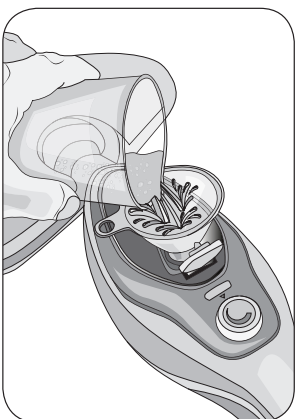

Fig. 6
Alzare il tappo del serbatoio (C). Riempire il serbatoio dell'acqua con 370 ml di acqua naturale fresca (Fig. 6). Utilizzare l'imbuto (N) ed il misurino (M) in dotazione: 370 ml corrispondono a un misurino e mezzo. Richiudere il serbatoio.
Non è necessaria alcuna operazione particolare quando si esaurisce l'acqua nel serbatoio. Scollegare la spina dalla presa di corrente. Riempire il serbatoio dell'acqua con 370 ml di acqua naturale fresca (Fig. 6). Utilizzare l'imbuto (N) ed il misurino (M) in dotazione: 370 ml corrispondono a un misurino e mezzo. Richiudere il serbatoio.